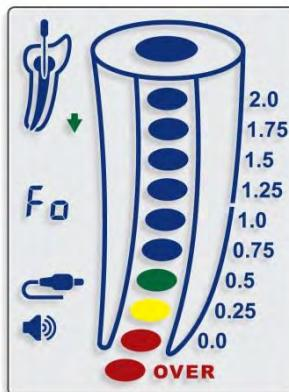

Fig. 11
**⚠ L'indicatore rosso **OVER** accompagnato da una serie di segnali acustici frequenti indica che la punta del file ha oltrepassato il forame ed è entrata nella regione periapicale - "Strumentazione oltre il forame" (Fig. 11).**